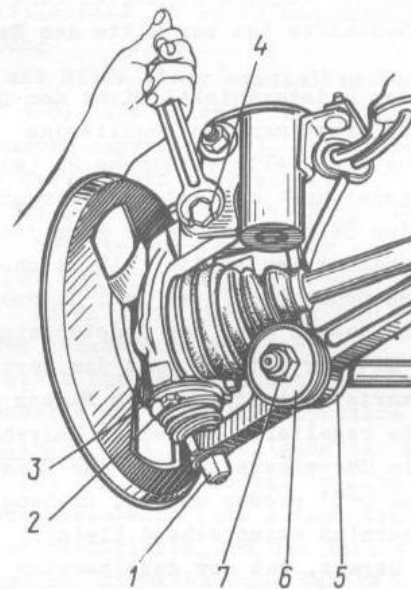

Bild 4-5. Regulieren des Vorderradsturzes und Befes-
Entspricht der Radsturzwinkel nicht den Daten in Tabelle 4-1, so macht man die Regulierung mittels Versetzung des Stellgleitschuhs 21 (siehe Bild 4-2) am Gewindenschaft der unteren Schraube 20 zur Befestigung der Teleskopstütze am Auge des Achsschenkels. Zunächst werden die selbstsichernden Muttern an den Schrauben (etwa um 1 Umdrehung) zurückgedreht, und danach wird der Radsturzwinkel (siehe Bild 4-5) mit der unteren, mit dem Sechskantkopf in Rückwärtsfahrtrichtung des Wagens eingesetzten Schraube reguliert. Bei einer Umdrehung dieser Schraube im Uhrzeigersinn wird der Radsturzwinkel ungefähr um $0^{\circ}5'$ größer und bei Drehung gegen den Uhrzeigersinn entsprechend kleiner.
- Muttern 7 (siehe Bild 4-5) an den Gewinden des Querstabilisators losschrauben und die hintere Schale 6 und die hintere Hälfte des Gelenks 5 fortnehmen;